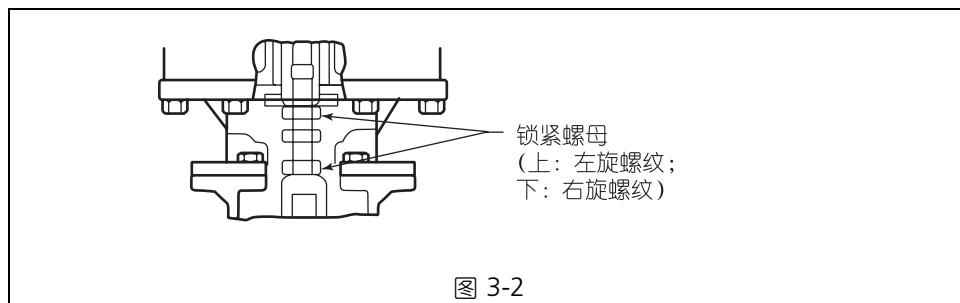
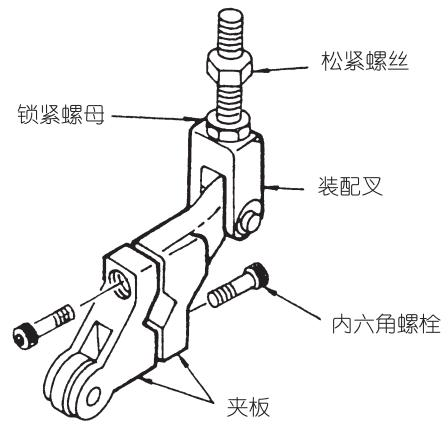

图 3-2
图 3-4
注 \*：松紧螺丝的螺纹于叉侧为右旋，于执行器侧为左旋。（参照图 3-2 和图 3-4）
- (3) 调整减压阀供给执行器下述气压：正作用场合为弹簧范围的上限值；反作用场合为弹簧范围的下限值。
- (4) 用扳手转动松紧螺丝的六角螺母部分，直到夹板上的部件无法绕夹板轴旋转时为止。拧转方向如下所述：
- (\*：从图 3-2 所示方位看。)
- (5) 将指针与刻度尺的 S 刻度线对齐。
- (6) 拧紧松紧螺丝上的锁紧螺母。
- (7) 有关定位器的调整，请参照“第四章：阀门定位器”。